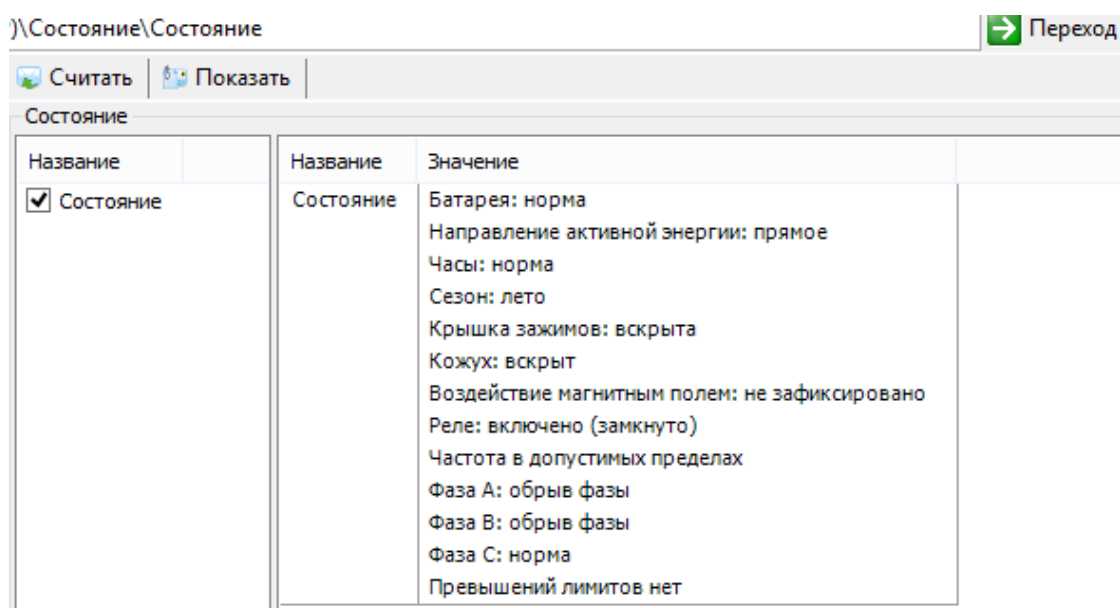

Рисунок 4.5 – Состояние счетчика
4.2.1 Чтение текущего состояния счетчика выполняется в разделе закладок «Состояние» (рисунок 4.5).